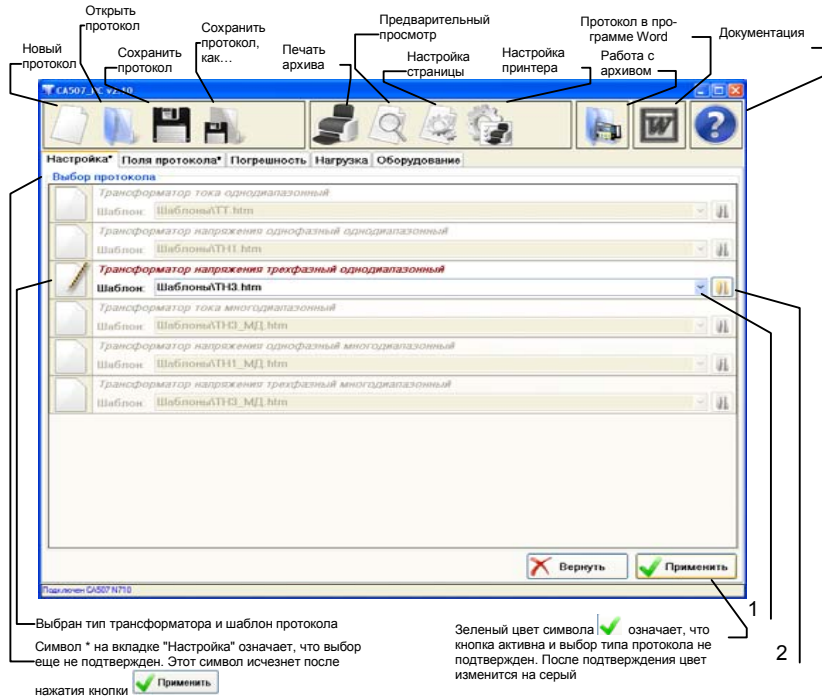

Рисунок 2.2
ярлыке  CA507_PC. На экране ПК появится окно программы (рисунок 2.2), а на экране Компаратора – сообщение "Работа с ПК".
1) Выбрать тип трансформатора и шаблон протокола, для чего в окне программы "CA507_PC" (рисунок 2.2) щелкнуть по кнопке "Новый протокол", а затем в разделе "Выбор протокола" – по кнопке в строке "Трансформатор напряжения трехфазный однодиапазонный".
2) Если предлагаемый по умолчанию шаблон протокола не устраивает, то можно выбрать другой вариант из списка шаблонов, примененных раньше (поз.1, рисунок 2.2), либо щелкнуть по кнопке (поз.2, рисунок 2.2) и выбрать шаблон из папки "Шаблоны" или из другой папки, созданной оператором.
1) Подготовку нового протокола выполнить в соответствии с разделом 2.1.2, выбрав на вкладке "Настройка" в разделе "Выбор протокола" (рисунок 2.2) вариант "Трансформатор тока многодиапазонный" щелкнуть по кнопке .